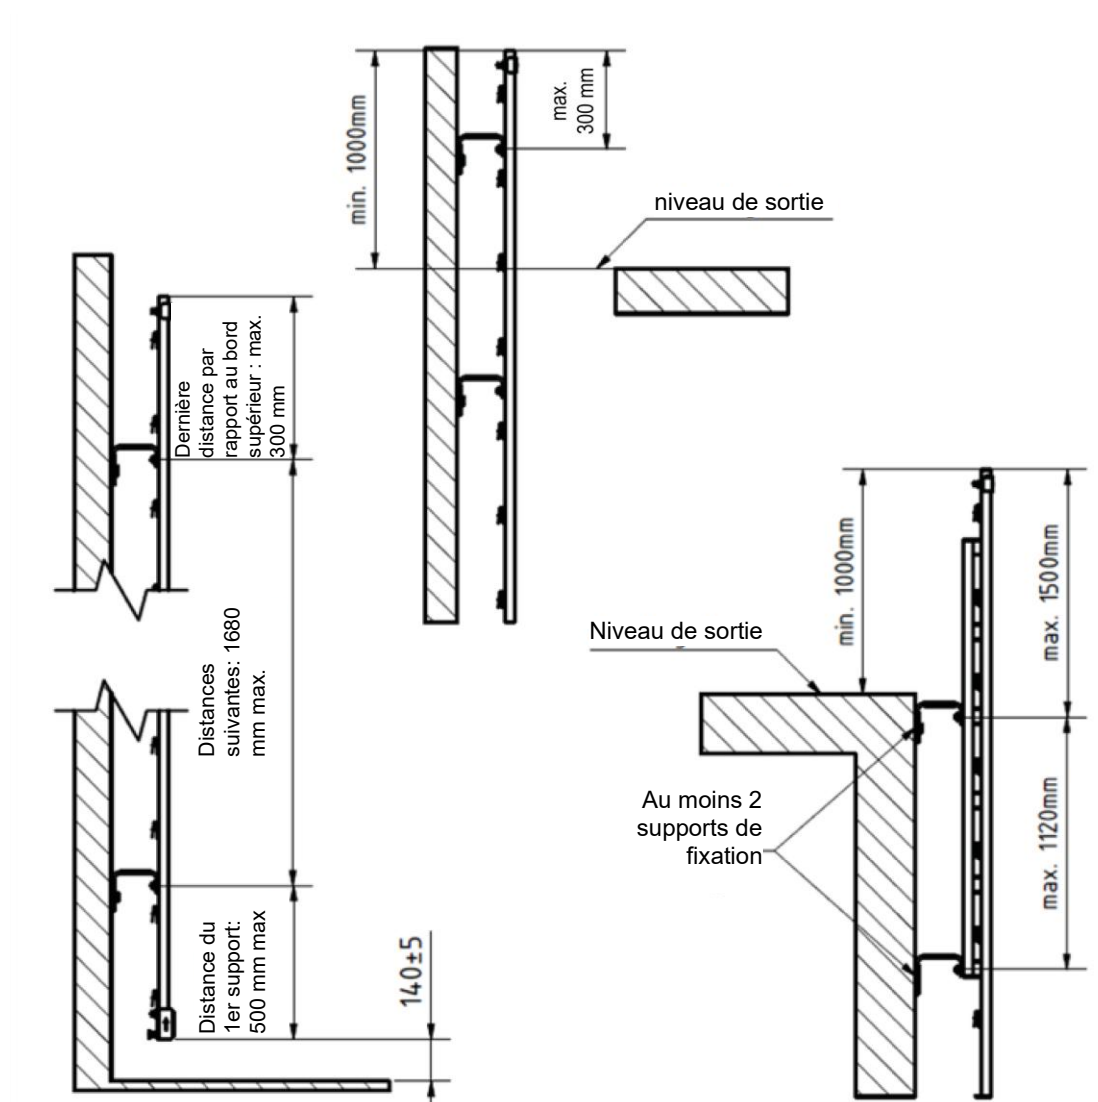

Figure 1: Cotes d'installation
- Pour des raisons structurelles, les porte-à-faux de l'échelle supérieurs à 300 mm doivent être renforcés par une longeron. Voir fig. 1.